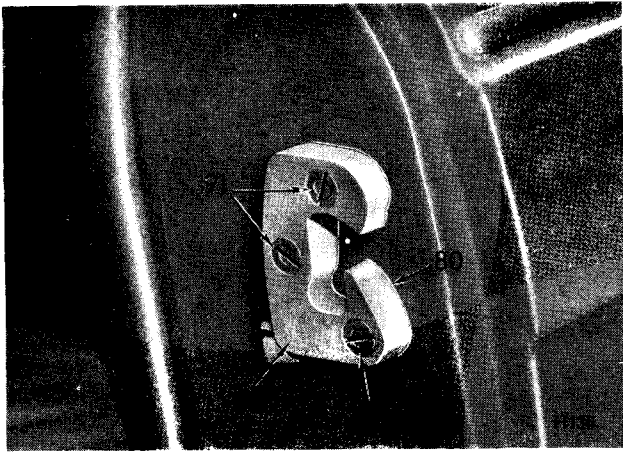

Fig. 47. Door lock striker plate
N. Lock Striker Plate: To Remove (Fig. 47)